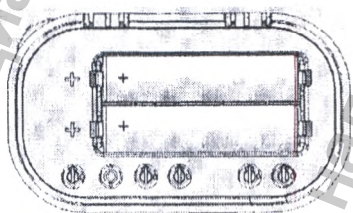

Рисунок 2 - Установка элемента питания в КСА
2.3.1.3 Вставьте 2 элемента питания ААА в посадочные места батарейного отсека. Устанавливать элементы питания следует знаком «+» к соответствующему знаку «+» на держателе, рисунок 2.
2.3.2.1 Включение КСА производится изменением положения кнопки включения питания (вкл/выкл), рисунок 2. Аппарат выключен, когда кнопка включения питания находится в нижнем положении, если корпус аппарата расположен вертикально. При переводе кнопки включения питания в верхнее положение, происходит включение КСА.